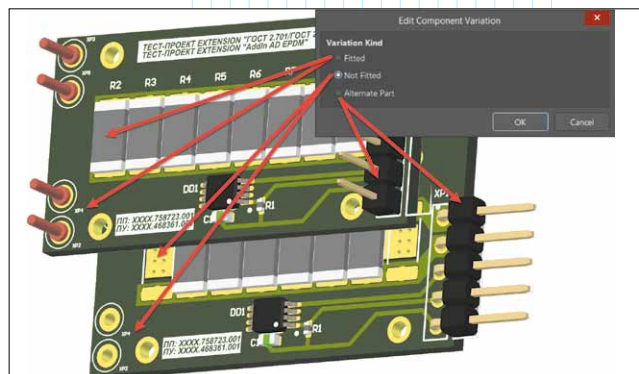

Рис. 10. Варианты исполнения печатного узла
- проекты с исполнениями (конфигурации, варианты). В *Altium* существует понятие вариантов печатного узла, и для каждого конкретного ЭРИ можно указать опцию: устанавливать, не устанавливать или заменить альтернативным компонентом в конкретном исполнении (рис. 10);